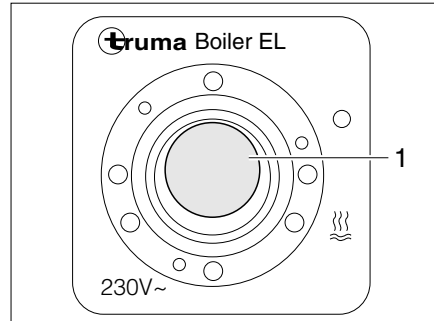

Bild 120 Kippschalter für Truma Boiler (230-V-Elektrobetrieb)
- Den Kippschalter (Bild 120,1) einschalten. Die Kontroll-Leuchte im Schalter leuchtet. Das Wasser im Boiler wird auf 65 °C aufgeheizt.
- Den Kippschalter (Bild 120,1) auf "O" stellen. Die Kontroll-Leuchte im Schalter erlischt.
- An der Bedieneinheit (Bild 119) den Drehschalter (Bild 119,3) auf "○" (Bild 119,4) stellen bzw. den Kippschalter (Bild 120,1) auf "○" stellen.